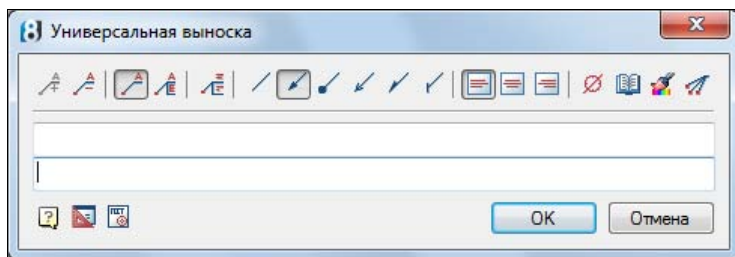

Рис. 4.36. Окно **Универсальная выноска** с добавленным полем для второй строки текста
- ◆  — добавить в окно еще одну строку, для текста под полкой (окно с добавленной строкой показано на рис. 4.36);
- ◆ **Добавить строку** — добавляет строку для ввода текста (см. рис. 4.36);